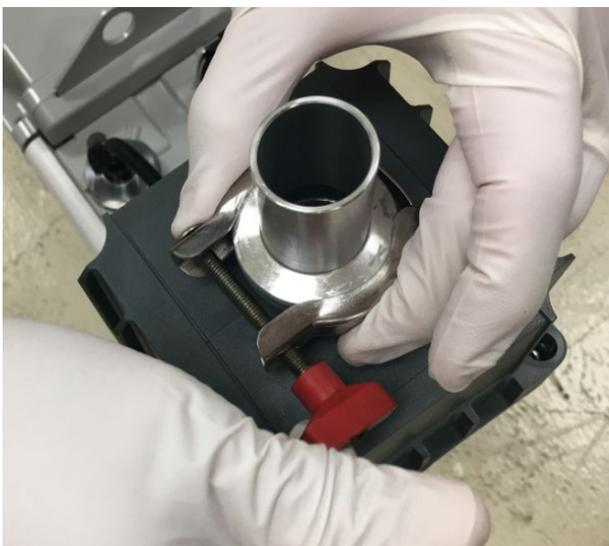

图 33：用夹钳固定顶部适配器和 O 形环
13) 安装并固定将顶部适配器和 O 形环连接到油雾过滤器的夹钳。见图 33。